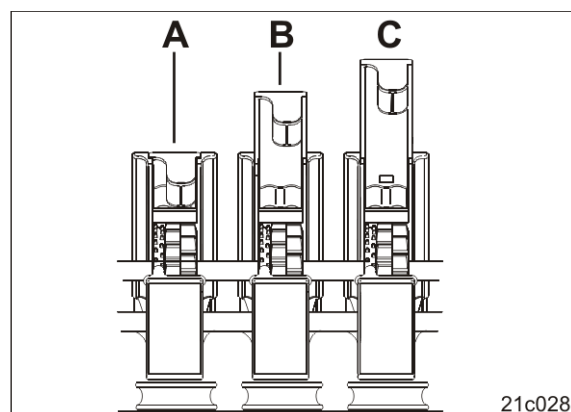

Fig. 143
2. Indstil lukkespjældene (Fig. 143) på tabelværdien (se side 64).
Lukkespjældene (Fig. 143) går i indgreb i en af tre mulige positioner: